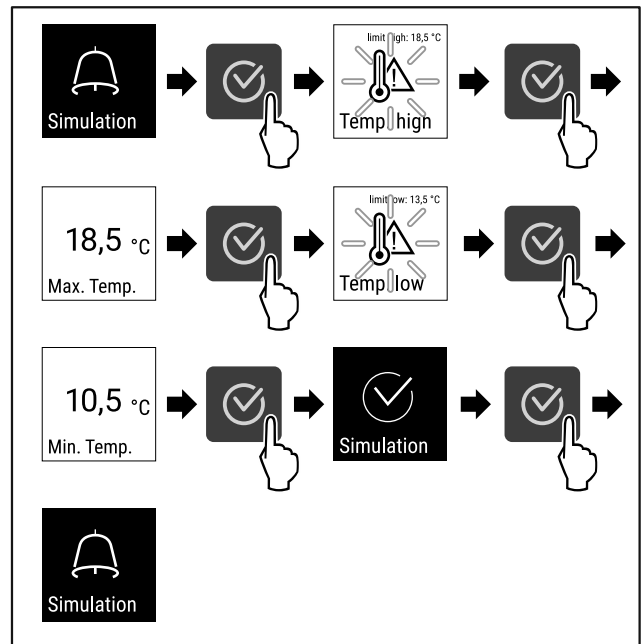

Fig. 124
- ▶ Hajtsa végre a művelet lépéseit (lásd Fig. 124).